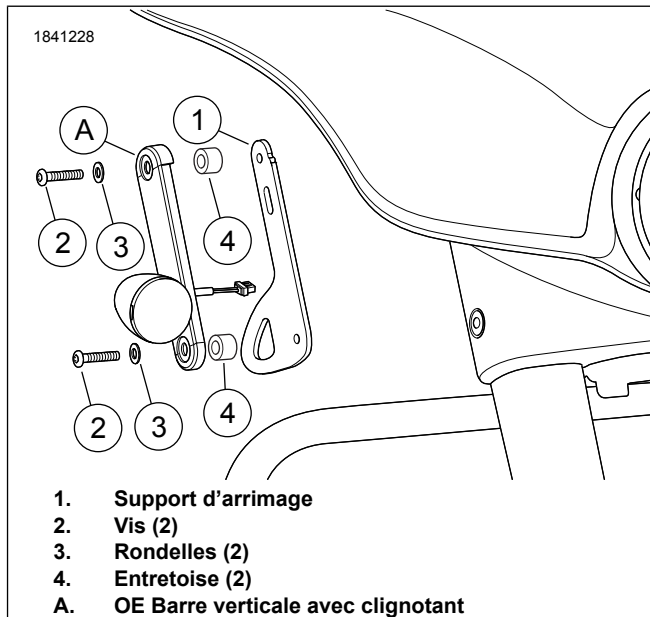

Figure 2. Support d'arrimage Démontage/Installation (côté droit illustré)
1. Voir la Figure 2. Faites passer OE le fil du clignotant dans la fente du **nouveau** support d'arrimage (1).
3. Voir la Figure 2. Installez le support d'arrimage (1), OE la barre verticale (A) avec le clignotant, les entretoises (4), les vis (2) et les rondelles (3).